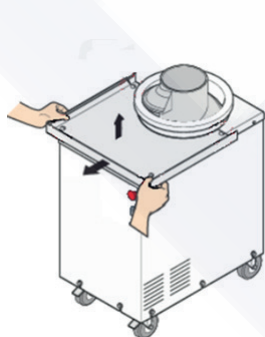

Fig. 5
- levante y tire de la bandeja hacia usted (Fig. 5);